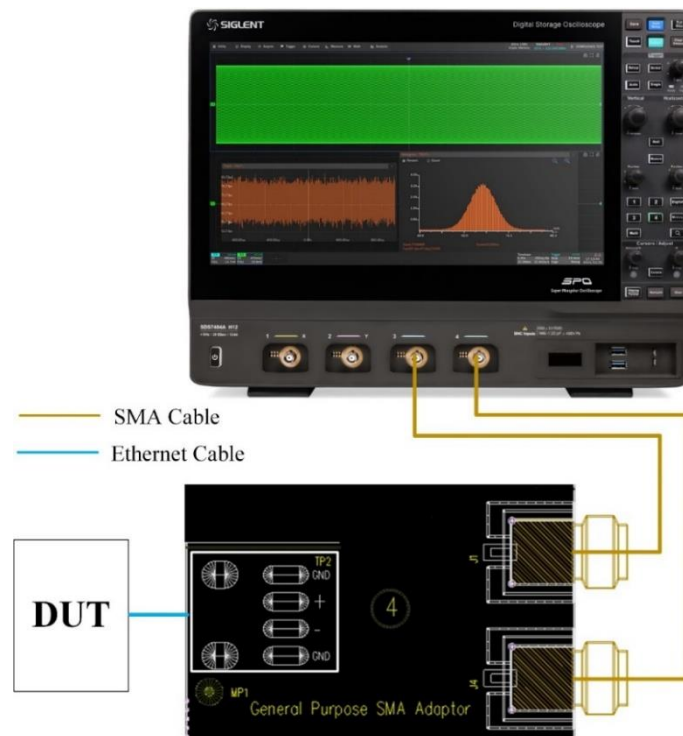

图 4-5 连接窗口显示的接线图
- 连接：本栏目显示测试的接线图，如图 4-5 所示，若一次性选择了多个测试项目，只会显示第一个待测项的信息，其他测试项，如果接线图不一样会在上一个测试项结束后有单独的页面弹窗提示。